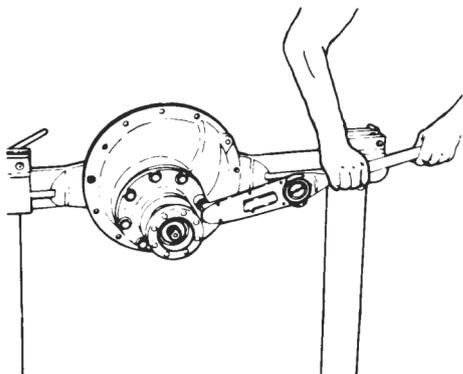

Figura 73
- D- Instale e aperte as arruelas e parafusos de fixação da caixa do pinhão, com valor especificado. Ver QUADRO DE TORQUES. (figura 73).